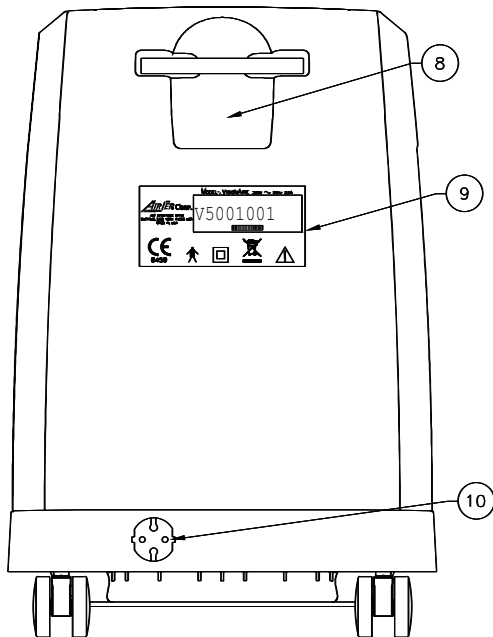

Abb. I.2
I. 2. Rückseite (Abb. I. 2).....	2-DE
I. 2. Rückseite (Abb. I. 2)